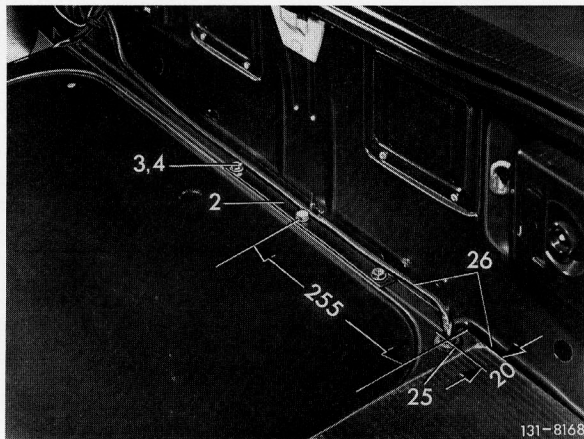

Bild 2
4 Von Mitte Kofferraumboden ausgehend (Fahrzeugmitte ist im Heckmittelstück eingepreßt) 3 Befestigungslöcher für die Gegenlasche (2) anzeichnen. Dazu Gegenlasche (2) in den Kofferraumboden so einlegen, daß die Kante der Gegenlasche (2) mit der Kante Kofferraumboden-Ersatzradmulde abschließt. Beim Bohren die Löcher in der Gegenlasche (2) als Schablone verwenden (Bild 2).
5 Die am Kofferraumboden angezeichneten Löcher sowie die drei außen am Heckmittelstück serienmäßig angekörteten Löcher mit 10,5 mm Durchmesser bohren (Bild 2 und 3).
6 Querträger mit Kugelhals (1) zwischen Ersatzmulde und Heckmittelstück einführen und mit den Gegenlaschen (2) und den Teilen (3 und 4) am Kofferraumboden und Heckmittelstück anschrauben (Bild 2 und 3).
28 Loch für Gummitülle (25) anzeichnen und mit 18 mm Durchmesser bohren. Anschließend Gummitülle (25) in das Loch einsetzen (Bild 2).
31 Zusatzleitungssatz (26) durch die Gummitülle (25) hindurchziehen (Bild 2 und 7).